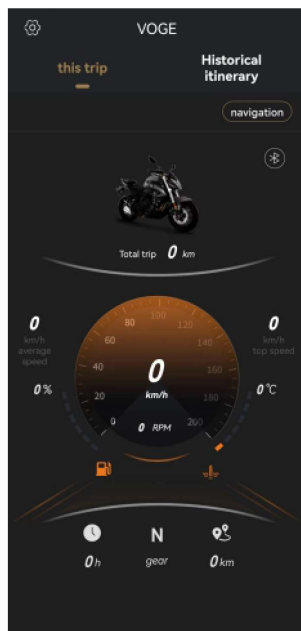

Figura 1
1. El móvil conectado vía Bluetooth con la motocicleta puede mostrarle información del vehículo (cuentakilómetros total ODO, velocidad de cruce, régimen del motor, marcha engranada, etc.) como muestra la Figura 1.